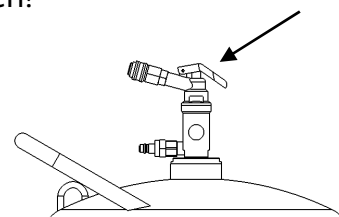

Abbildung 3
- Hebel am Absperrventil des Behälters (s. Abb.3) drücken - der Tankinhalt wird abgesaugt. Der Absaugvorgang kann an der Sichtstrecke des Absperrventils kontrolliert werden. Gegebenenfalls ist in der Sichtstrecke kein Medienfluss mehr zu beobachten, obwohl der Fahrzeugtank noch nicht vollständig entleert ist. Der Absaugschlauch muss dann durch das Griffstück im Tankstutzen entweder weiter in den Tank hinein geschoben oder aus dem Tank herausgezogen werden. Dies sollte langsam und in kurzen Wegstrecken durchgeführt werden, da der Absaugschlauch zunächst wieder mit Flüssigkeit gefüllt werden muss. Erst dann ist eine Kontrolle an der Sichtstrecke wieder möglich.
- Hebel am Absperrventil (s. Abb.3) drücken – der Behälterinhalt wird zurückgetankt
Hebel am Absperrventil ist nicht gedrückt	Hebel während des Absaug- bzw. Rücktanksvorgangs betätigen (siehe Abb.3)